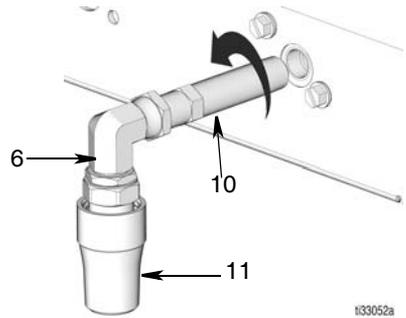

FIG. 21
6. Dévissez l'ensemble adaptateur de mamelon (10, 6 et 11) du collecteur (1).
**REMARQUE :** Il n'est pas nécessaire de démonter l'adaptateur du mamelon (10), le coude (6) et la buse pivotante (11). Ces pièces peuvent être retirées du collecteur comme un ensemble d'un seul tenant (FIG. 21).